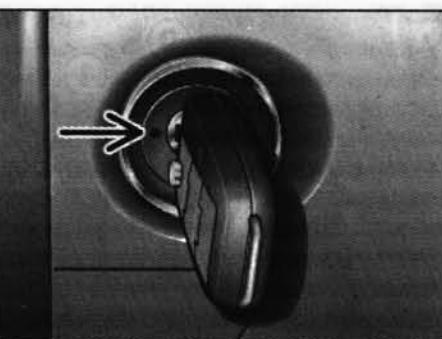

Рис. 1.109. На передней панели: замок зажигания с ключом
– нажмите кнопку аварийной разблокировки (рис. 1.109) шариковой ручкой или другим подобным предметом.
Поверните ключ зажигания в позицию 2 (рис. 1.109) для пуска двигателя.
Поверните ключ зажигания в позицию 1 (рис. 1.109) при включении пускового подогрева загорается контрольная лампа.
Когда контрольная лампа не горит (или уже не горит), поверните ключ зажигания в положение 2 (рис. 1.109) для запуска двигателя – нажимать педаль подачи топлива не следует.
Поверните ключ зажигания в положение 3 (рис. 1.109).